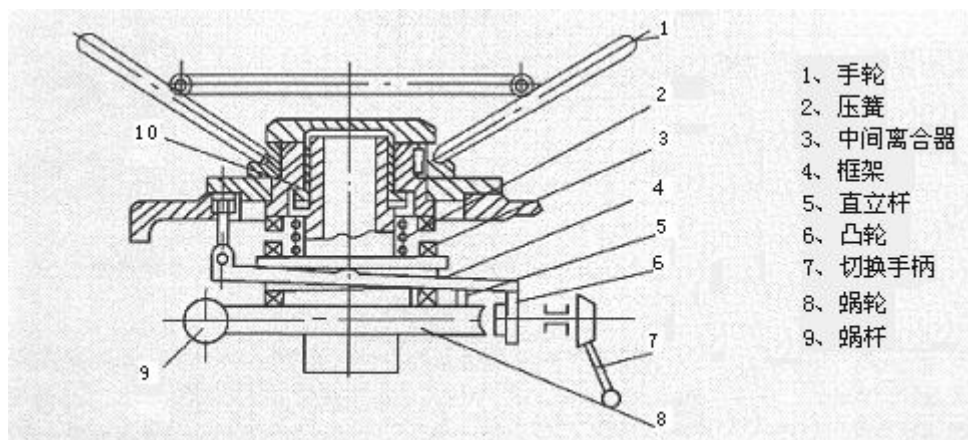

图8 手/电动切换机构
5.6 手-电动切换机构：为半自动切换，其结构见图8。它由手柄、凸轮、框架、直立杆、中间离合器、压簧等组成。用手轮操作时，先把切换手柄向手动方向推动，凸轮随手柄轴一起转动，使支撑在凸轮面上的框架抬起，